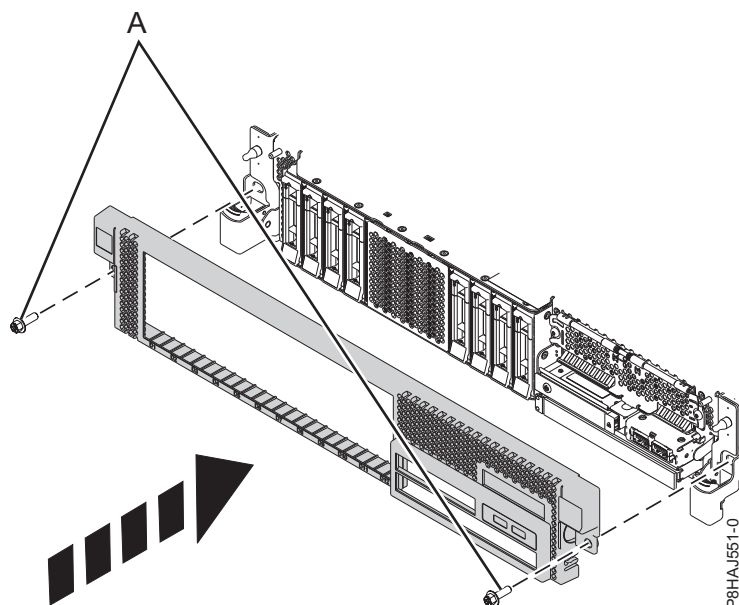

Figura 27. Instalar a tampa anterior
3. Feche os trincos de libertação ao empurrá-la na direcção mostrada em Figura 27 na página 45. A tampa fica encaixada e tem uma indentação que lhe permite segurá-la mais facilmente.
4. Substitua os parafusos de transporte (A).